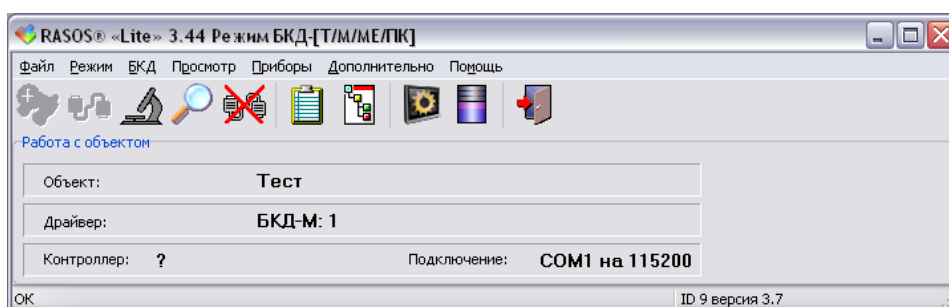

Рисунок 11 - Адаптер подключен
6) Произойдет подключение к БКД-М (рисунок 11).